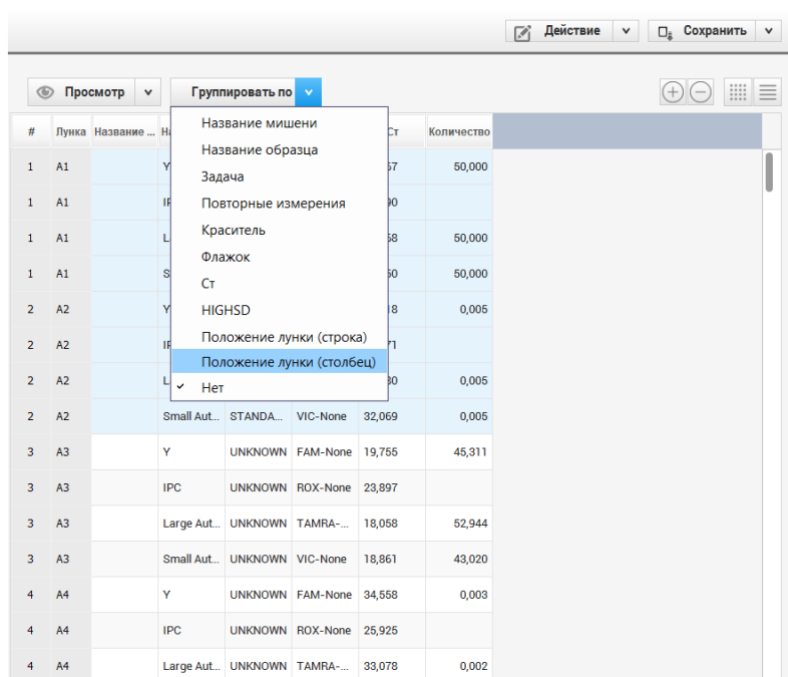

Рисунок 86
4. В таблице результатов в графе «Группировать по» выбрать пункт «Положение лунки (столбец)» для расположения последовательности образцов и стандартов в таблице результатов согласно колонкам планшета (рисунок 86).